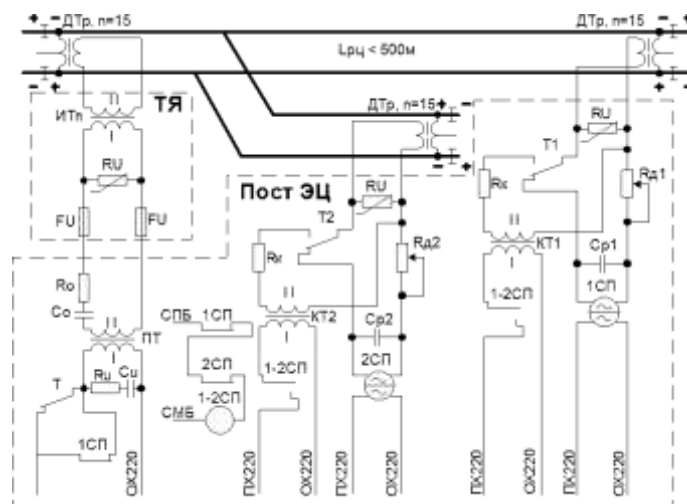

Рисунок 3 – Схема рельсовой цепи
1. Дана схема рельсовой цепи (Рис. 3). Определить её тип в зависимости от вида рельсовой линии;